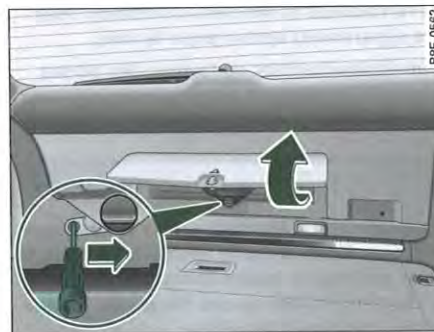

Fig. 51 Vue partielle du hayon : déverrouillage d'urgence
- Relevez le cache ⇒ fig. 51.-flèche-.
- Introduisez le tournevis dans l'orifice ⇒ fig. 51 -flèche- et appuyez dans le sens de la flèche pour déverrouiller le hayon. ■